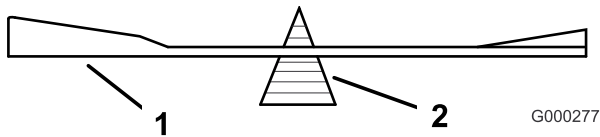

**Figura 91**
1. Utilice una lima para afilar el filo de corte en ambos extremos de la cuchilla (Figura 91). Mantenga el ángulo original. La cuchilla permanece equilibrada si se retira la misma cantidad de material de ambos bordes de corte.